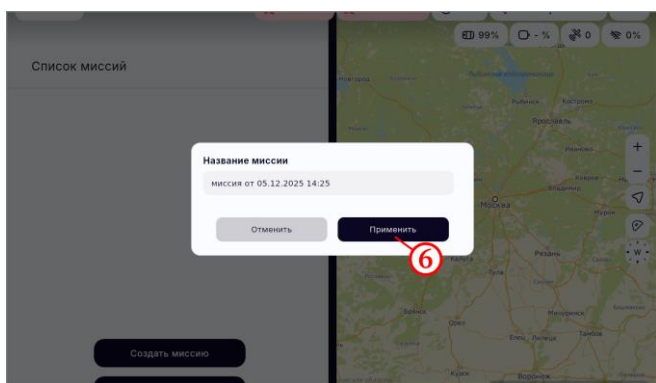

Рисунок 43
- на открывшейся форме нажать на кнопку «Применить» (рисунок 43, шаг 6);